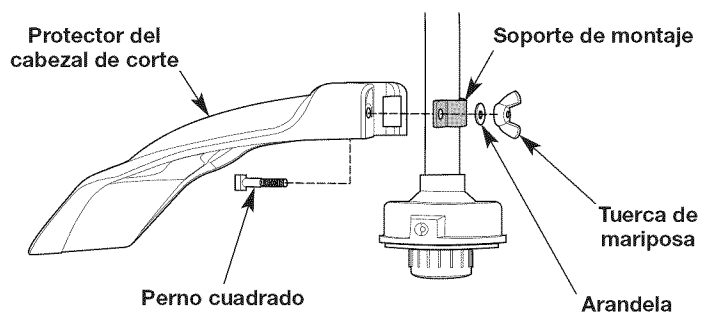

Fig. 2
4. Inserte el perno cuadrado en el orificio bajo el protector del cabezal de corte (Fig. 2). Presione el perno cuadrado a través del protector del cabezal de corte y el soporte de montaje.
5. Coloque la arandela en el perno cuadrado (Fig. 2).
6. Enrosque la tuerca de mariposa en el perno cuadrado hasta que el protector del cabezal de corte esté firme en su lugar (Fig. 2).